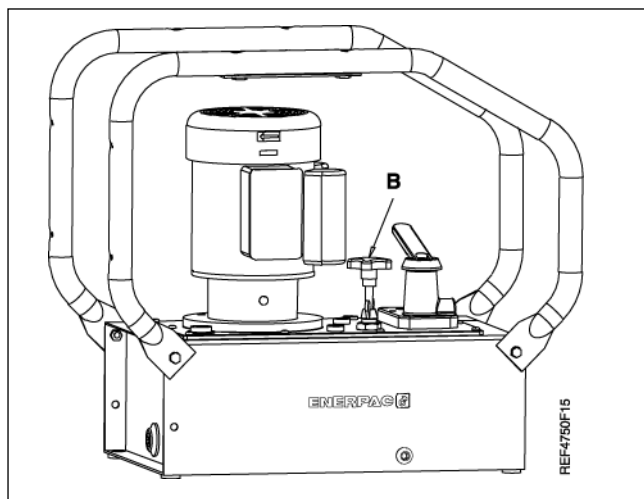

Figure 13
Les pompes Hushh® sont équipées d'un clapet de décharge réglable par l'utilisateur (reportez-vous à (B), figure 13). Il se règle comme suit: